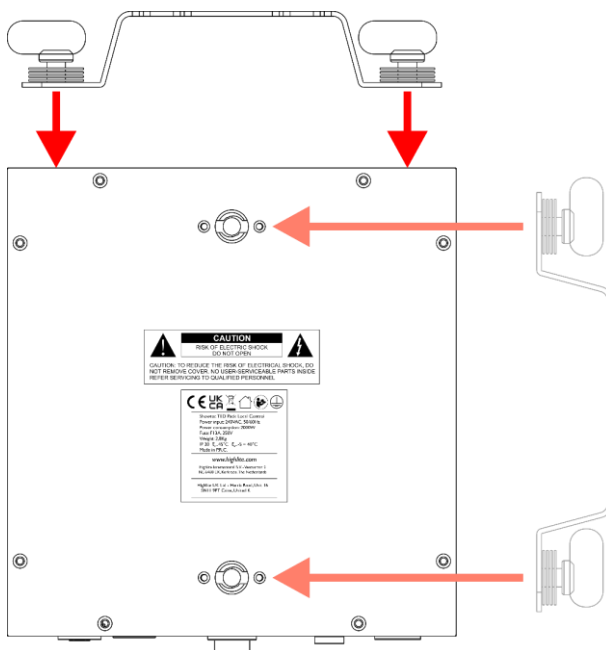

Fig. 08
- 01) Sujete el soporte con enganches rápidos suministrado al dispositivo a través de los **orificios de montaje para el soporte con enganches rápidos (16) o (17)**. Puede colocar el soporte con enganches rápidos en la placa superior o en la placa trasera del dispositivo como se muestra en la Fig. 08.